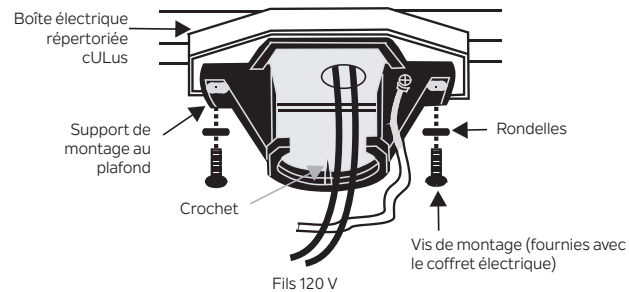

Fig. 5
Étape 1. Passez les fils d'alimentation de 120 volts à travers le trou central du support de suspension au plafond, comme illustré à la Fig. 5.